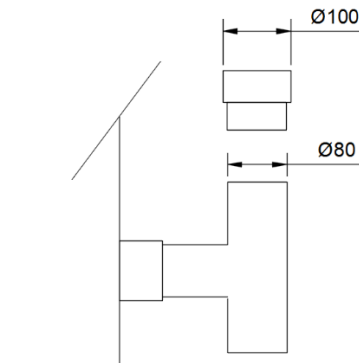

Figure 5.6
- Dans le tableau ci-dessous veuillez trouver les recommandations pour les tubes des diamètres les plus utilisés tenant compte des longueurs maximum et minimum qui être comptés à partir du "T" de la sortie du poêle et c'est aussi à partir de ce point où devrait être augmenté le diamètre du conduit au cas où cela serait nécessaire (voir fig. 5.6):